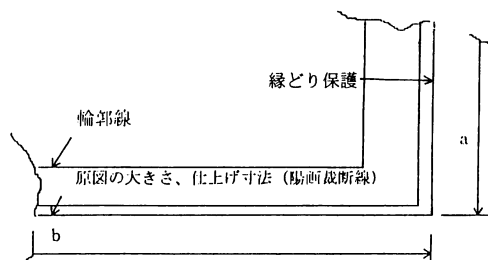

図2-1 図面の裁断線
6. 原図に図2-1のとおり仕上げ寸法の裁断線を入れなければならない。ただし、発注者が認める場合は、この限りではない。